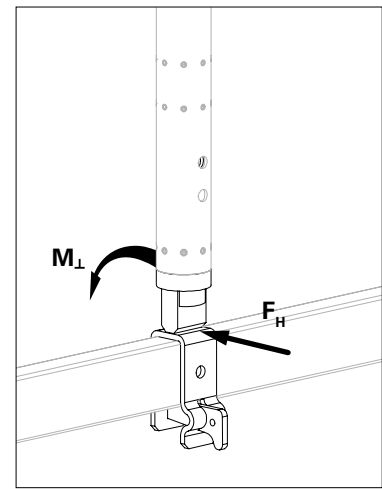

Abb. A11.12a
- Zul. max. Querkraft  $F_H = 5$  kN, Zul. max. Moment  $M_{\perp} = 0,17$  kNm. Es darf nur das Moment oder die Querkraft mit den Maximalwerten eingeleitet werden. Bei Überlagerung von Moment und Querkraft muss das Bauteil separat nachgewiesen werden. (Abb. A11.12a)